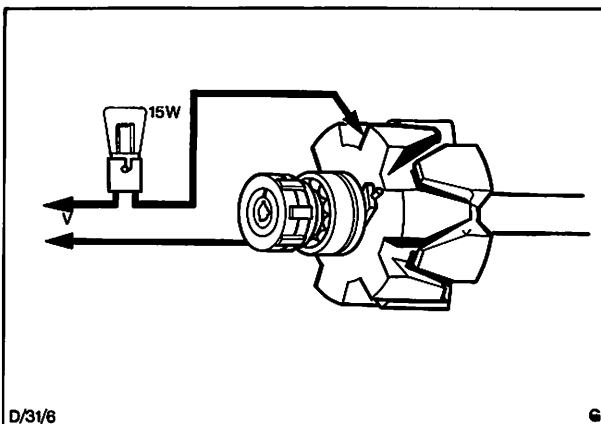

Abb. 23 Isolation der Läuferwicklung prüfen
b) Isolation der Läuferwicklung prüfen. Abb. 23.